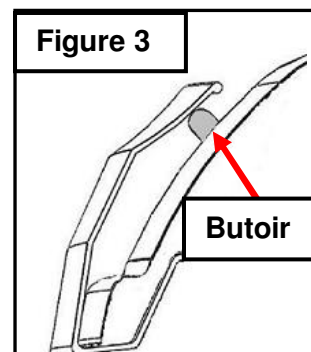

Figure 3
7. Installez les butoirs en caoutchouc sur le capot original ou les coins du protecteur de capot sont les plus près du capot. (**Figure 3**) Nettoyez la surface avec de l'alcool isopropylique et enlevez l'endos protecteur du butoir pour ensuite l'appliquer sur le capot.